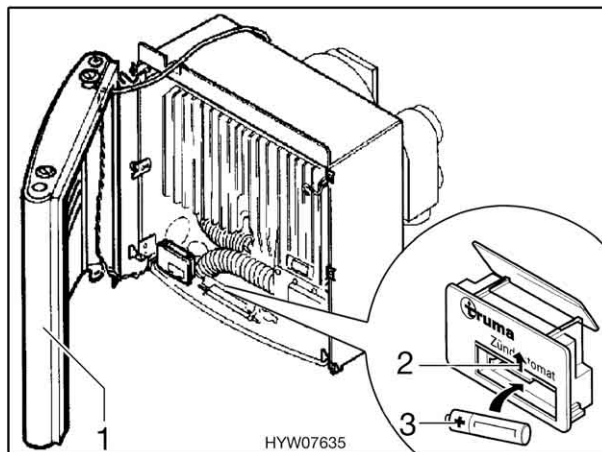

Fig. 79 Riscaldamento acceso
- Posare da un lato la copertura (Fig. 79,1) di modo da non dover estrarre il cavo di allacciamento per la ventola dell'aria calda e per la lampadina di controllo accensione.
- Spingere la copertura del vano batteria (Fig. 79,2) verso l'alto.
- Inserire una nuova batteria (Fig. 79,3) dello stesso tipo rispettando la polarità (+/-). Utilizzare soltanto batterie Mignon resistenti alle alte temperature (+70 °C) e sicure da perdite.